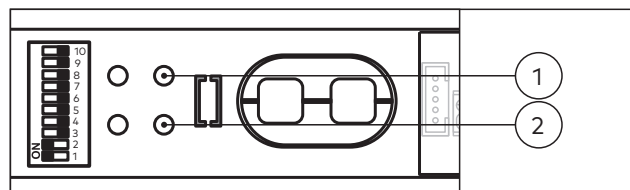

Abb. 61 Die Geschwindigkeit und die Offenhaltezeit einstellen
- Die Geschwindigkeit am Potenziometer Geschwindigkeit einstellen (Abb. 61/1).
- Die Offenhaltezeit am Potenziometer Offenhaltezeit einstellen (Abb. 61/2).